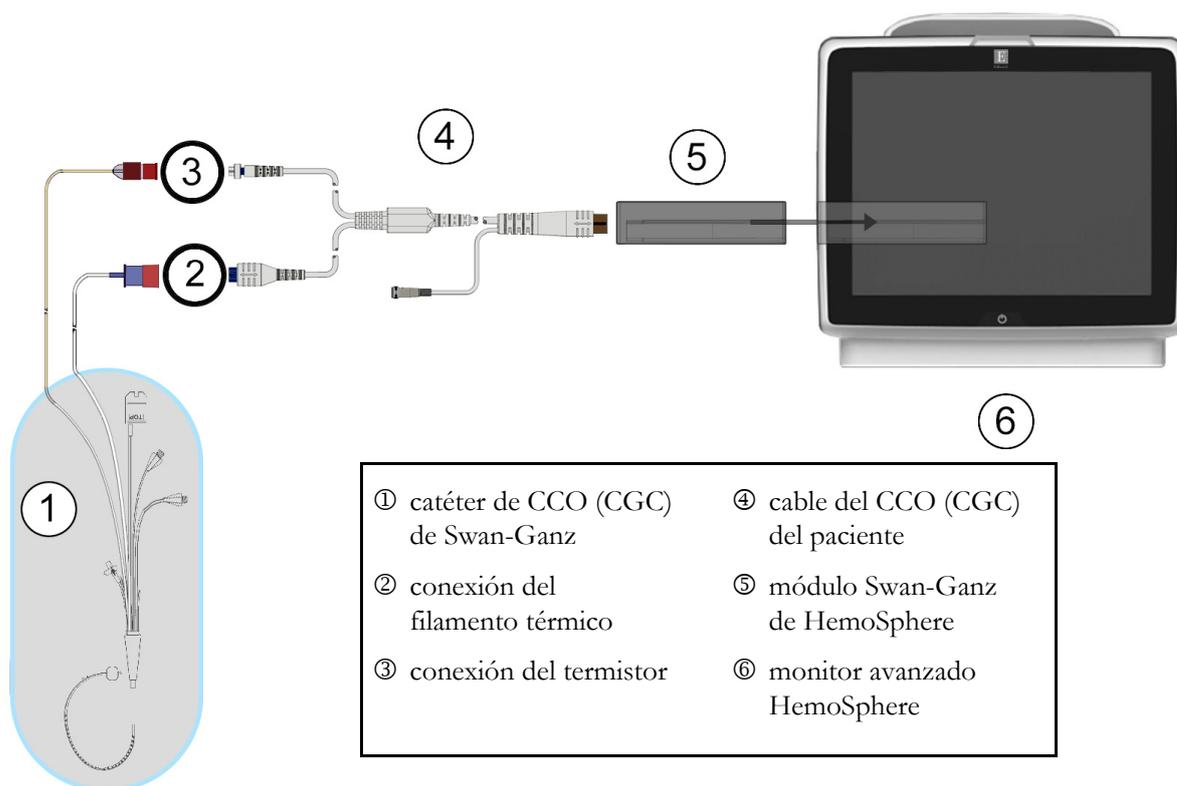

Figura 9-4 Descripción general de la conexión del GC
- 2 Acople el extremo del catéter del cable del paciente a los conectores del termistor y del filamento térmico del catéter de CCO (CGC) de Swan-Ganz. Estos conectores están señalados con los números ② y ③ en la figura 9-4 en la página 162.